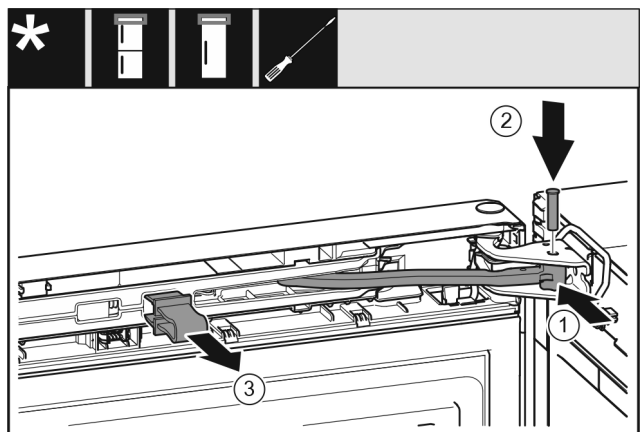

Fig. 25
- ▶ 将铰链 Fig. 25 (1) 转入托架。
- ▶ 将螺栓 Fig. 25 (2) 插入托架和铰链。同时注意止动凸轮需正确地位于凹槽中。
- ▶ 取下保险装置 Fig. 25 (3)。